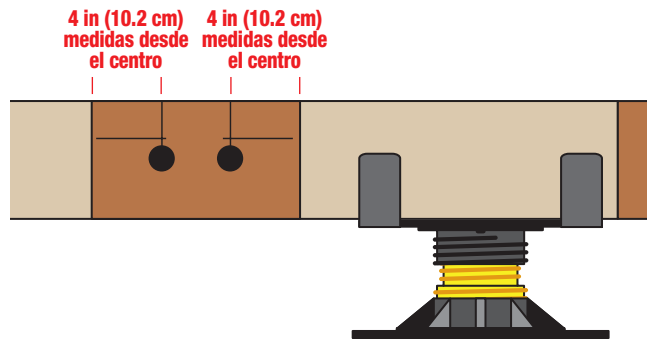

Imagen 50
4. Con una broca de 1/2 pulgada, taladre dos orificios rectos a 4 in (10.2 cm) medidas desde el centro, desde el borde del refuerzo en la profundidad central de la vigueta y el bloque atornillado (imagen 50) y repita esto en las cuatro esquinas.